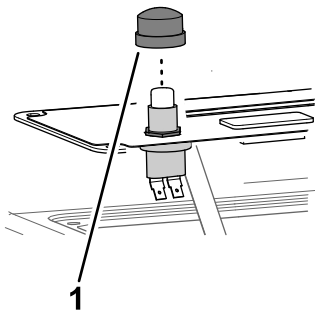

Bild 6
4. Bringen Sie die Schalterabdeckung am Schalter an (Bild 6).